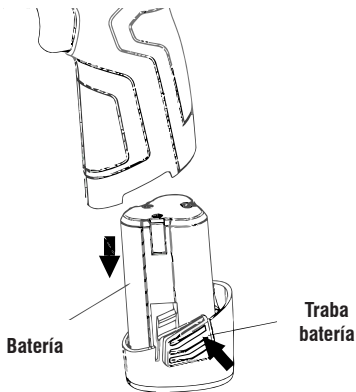
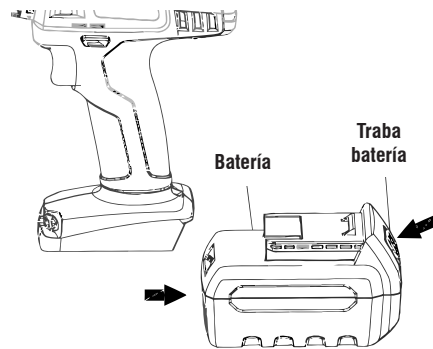

Fig. 4 – Retirando la batera PFV 108
Fig. 5 – Retirando la batera PFV 144 e PFV 180
2. Para retirar la batera presione la traba y en seguida puje la batera segn muestran las Fig. 4 y Fig. 5;